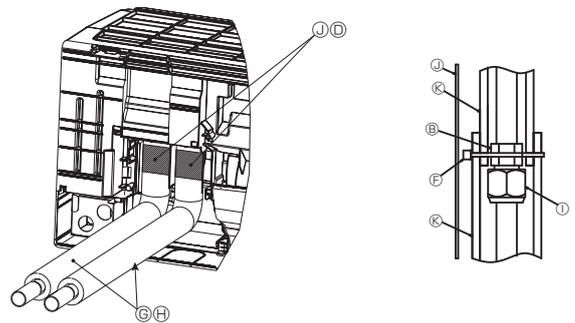

Fig. 3-19
- (7) Cubra la junta con una cubierta de la tubería y asegúrela con una brida Ⓕ. (Fig. 3-19)